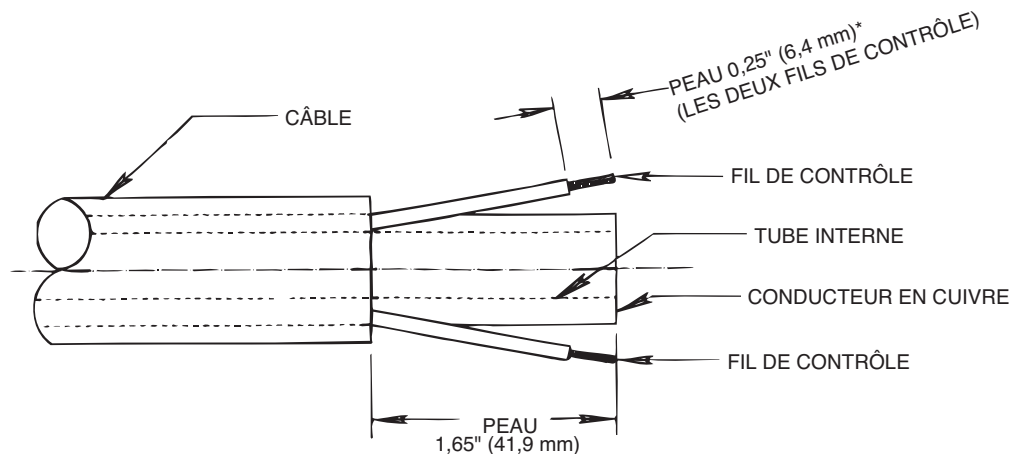

Figure 2
- f. Couper la section endommagée du câble et dénuder la chemise extérieure comme indiquée sur la Figure 2. Faire attention de ne pas couper l'isolation des fils de contrôles en dénudant la chemise. Dénuder les fils de contrôle rouge et blanc sur $\frac{1}{4}$ de pouce (6,4 mm) à partir de l'extrémité et sertir une nouvelle terminale S19492-2 sur chaque fil.